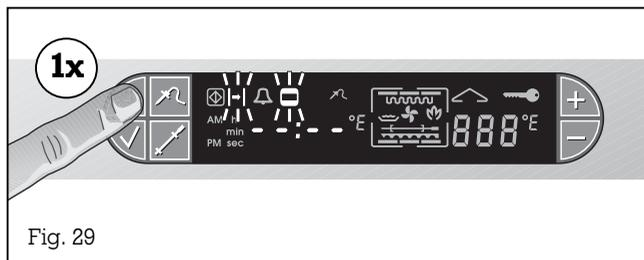

Fig. 29
- Premete una volta il tasto ⌚ (Orologio). Sul display lampeggiano i simboli ⏱ (Durata) e ⏱ (Tempo di cottura), inoltre appaiono dei trattini (significa che non è programmato nessun valore) (Fig. 29).